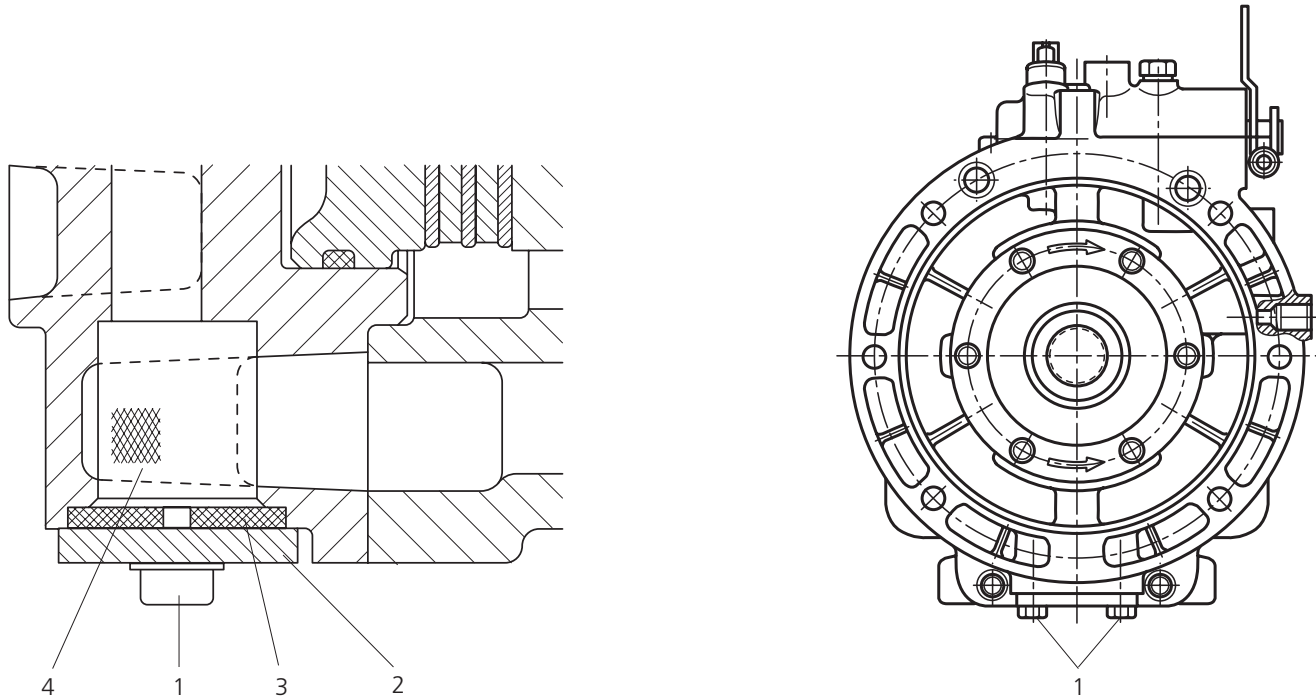

Fig. V-3
Note. The filter element (fig. V-3, item 1) must be checked whenever the fluid is changed.
Nota. Il filtro (fig. V-3 pos. 1) deve essere controllato ad ogni cambio dell'olio.
Remarque. Contrôler e nettoyer le filtre (fig. V-3, repère1) à chaque vidange.
Anmerkung: Bei jedem Ölwechsel muß das Filterelement (Pos. 1, Bild V-3) geprüft werden.